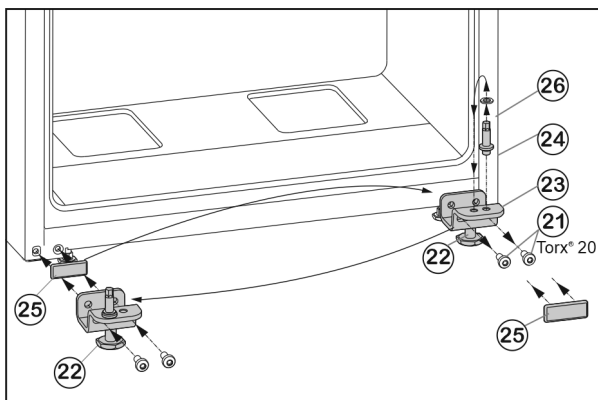

Fig. 7
- ▶ Vyskrutkujte upevňovacie skrutky Fig. 7 (21).
- ▶ Kompletnú ložiskovú konzolu dole Fig. 7 (23) odoberte spolu s ložiskovým čapom Fig. 7 (24), podložkou Fig. 7 (26) a nastaviteľnou nohou Fig. 7 (22).
- ▶ Ložiskový čap Fig. 7 (24) kompletne spolu s podložkou Fig. 7 (26) vyskrutkujte, premiestnite ho do protiláhlého otvoru uloženia ložiskovej konzoly a znovu ho pevne priskrutkujte.
- ▶ Opatrne odnímate kryt Fig. 7 (25) a premiestnite ho na opačnú stranu.
- ▶ Ložiskovú konzolu dole Fig. 7 (23) kompletne spolu s ložiskovým čapom Fig. 7 (24), podložkou Fig. 7 (26) a nastaviteľnou nohou Fig. 7 (22) znovu naskrutkujte na novú stranu závesu, príp. ju znovu pomocou akumulátorového skrutkovača **pevne utiahnite (4 Nm)**.
- ▶ Spodné dvere nasadíte zhora na ložiskový čap Fig. 7 (24).
- ▶ Vytočíte nastaviteľnú nohu Fig. 7 (22) na ložiskovej konzole dole Fig. 7 (23), pokiaľ nedosadá na podlahu.